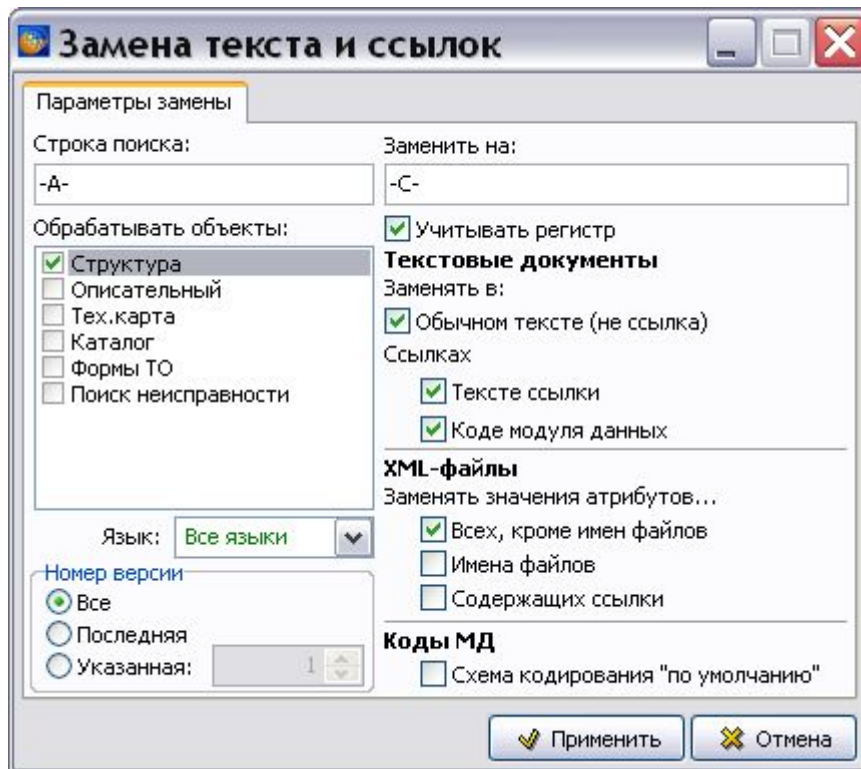

Рис. 8.5
3. В окно **Строка поиска** введите часть кода МД, которую нужно заменить (Рис. 8.5).
Замена «А» на «С» произведена именно для поля SDC. Это обусловлено тем, что при указании строк поиска и замены были указаны также и дефисы с обеих сторон от символов (Рис. 8.5). Будьте внимательны при указании строк поиска и замены!